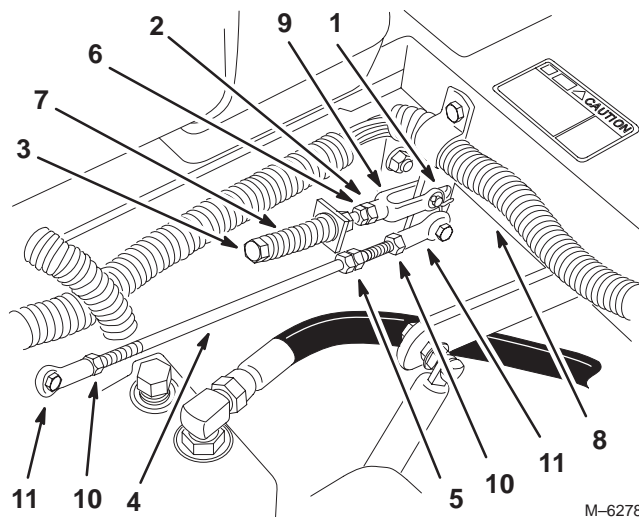

Figure 59
5. Placez le levier au point mort, **sans le verrouiller** (Fig. 59).
6. Tirez-le ensuite en arrière jusqu'à ce que l'axe de chape (situé sur le bras au-dessous de l'axe de pivot) touche l'extrémité de la fente (c.-à-d. commence juste à appuyer sur le ressort) (Fig. 59).
8. Si un réglage s'impose, desserrez l'écrou et l'écrou de blocage (Fig. 59).
10. Serrez l'écrou et l'écrou de blocage (Fig. 59).
1. Desserrez les contre-écrous sur les rotules de la tige de commande de la pompe (Fig. 59).
3. Réglez la longueur de la tige de pompe en tournant les doubles écrous dans le sens voulu, jusqu'à ce que la roue soit immobilisée ou tourne légèrement en marche arrière (Fig. 59).
6. Serrez les contre-écrous contre les rotules (Fig. 59).